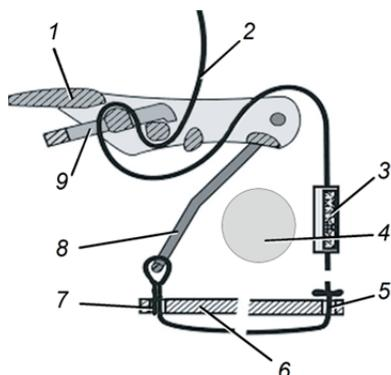

Рис. 42 Длинный ремень крепления баллона
- (1) Проденьте ремень крепления баллона (→ Рис. 42) вначале через прорезь в ложементе (с правой стороны держателя аппарата), затем через левую прорезь в ложементе, а затем через скобу крепления баллона - выставьте скобу крепления баллона вертикально.
- (2) Надвиньте ремень с застежкой-липучкой на ремень крепления баллона ворсистой стороной наружу